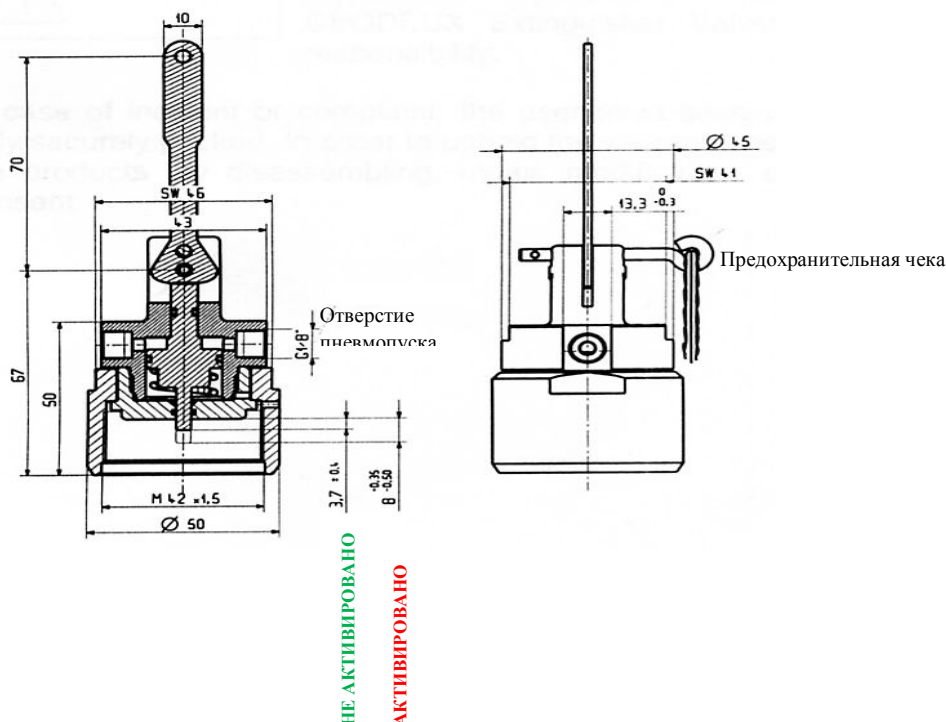

Рисунок 6 – Устройство ручного и пневматического пуска В04420065
**ВНИМАНИЕ!** ПЕРЕД УСТАНОВКОЙ УБЕДИТЕСЬ, ЧТО УСТРОЙСТВО НАХОДИТСЯ В ПОЛОЖЕНИИ «НЕ АКТИВИРОВАНО» (СМ. РИСУНОК 6) В ПРОТИВНОМ СЛУЧАЕ ПРИ УСТАНОВКЕ ПРОИЗОЙДЁТ СРАБАТЫВАНИЕ МОДУЛЯ!